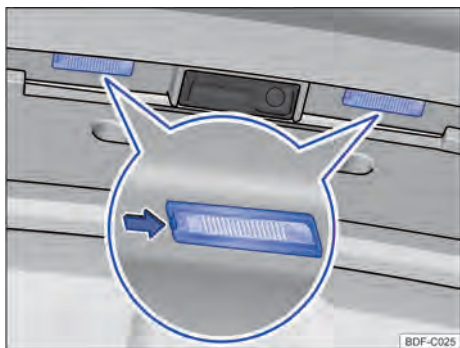

Fig. 131 Na tampa traseira: lanterna da placa de licença.
2. Com o auxílio de uma chave de fenda, pressionar a trava → Fig. 131 (seta) para remover o conjunto.